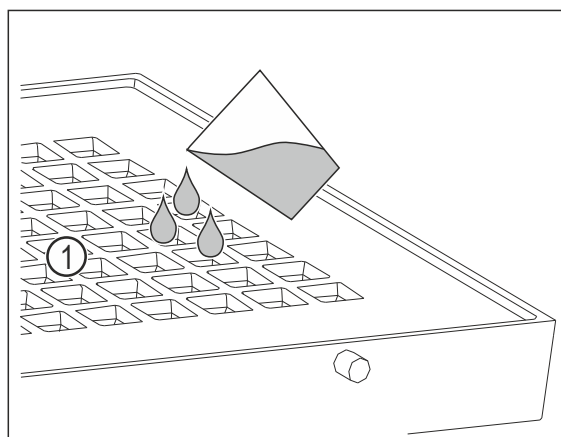

Fig. 109
► Llene un máximo de 400 ml de agua a través de los orificios Fig. 109 (1) de la tapa.